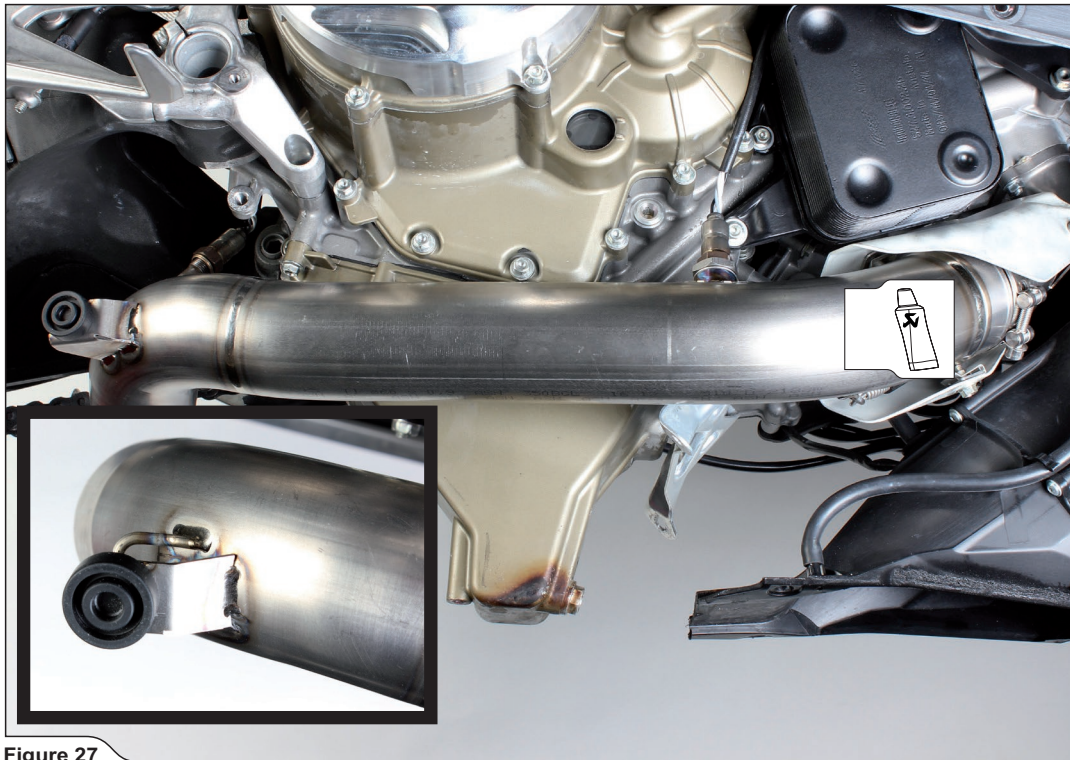

Figure 27
3. オリジナルのゴム製スペーサーをAkrapovič連結ホースに移し、フロント連結ホースをマニホールド上をスライドさせます。スプリングを取り付け、ラムダセンサーを締め付けます (図 27、28)。